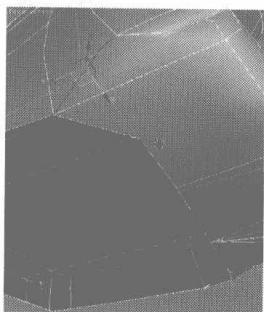
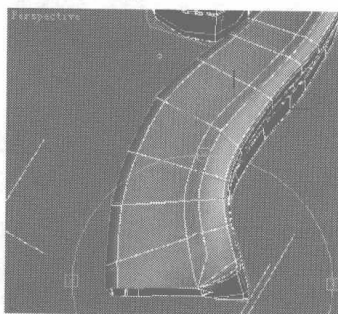

图 5.249
图 5.250
- 22** 选择如图 5.249 所示的曲线，单击 **Collapse** 按钮，塌陷所选曲线，如图 5.250 所示。